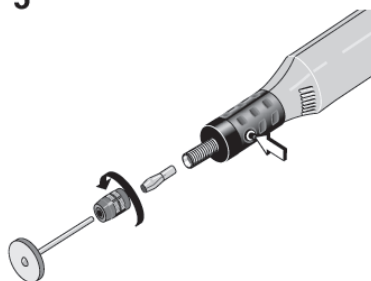

Fig. 2
Não premir nunca o botão de paragem (flecha, Fig. 2) enquanto o aparelho estiver em funcionamento.
1. Girar ligeiramente a porca de união **1** (Fig. 2) e premir ao mesmo tempo o botão de paragem até que esta fique encaixada.